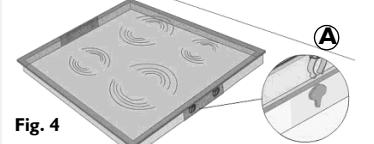

Fig. 4
- Installez le plan de cuisson dans l'orifice en faisant de sorte que les attaches (**A**) se bloquent dans les crans des étriers (**C** Fig. 4 et 5).